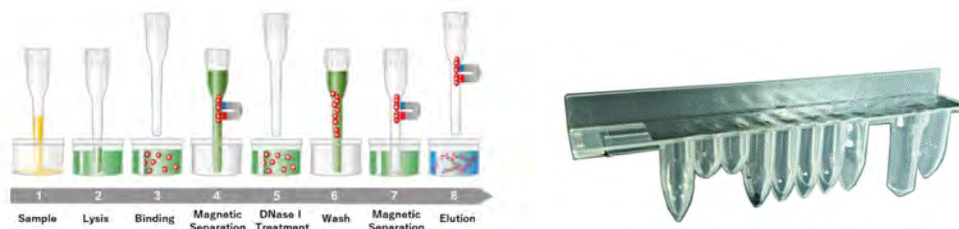

Figure 1.5 : Principe d'extraction de l'ARN et cassette d'extraction ELITE InGenius SP RNA
- Le jeu de réactifs a été optimisé pour l'isolement des acides nucléiques à partir d'échantillons ayant un volume de 0,2 ml. (Figure 1.5 : Cassette d'extraction ELITE InGenius – SP RNA et principe d'extraction).